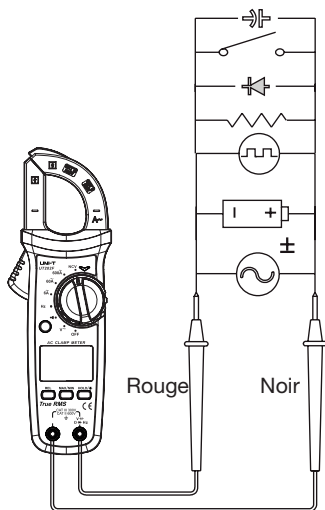

Fig. 1
1. Branchez la fiche du câble de mesure noir dans le connecteur de mesure « COM » et la fiche du câble de mesure rouge au connecteur de mesure rouge « V/ Ω ». Se reporter à la Fig. 1
2. Brancher les deux pointes de touche à l'objet à mesurer Fig. 1
2. Mettre les pointes de touche en contact avec l'objet à mesurer et si possible respecter la polarité si elle est connue, par ex. dans le cas d'une diode la pointe de touche rouge sur l'anode et la noire sur la cathode Fig 1.
2. Appliquer les pointes de touche à l'objet de la mesure Fig. 1.